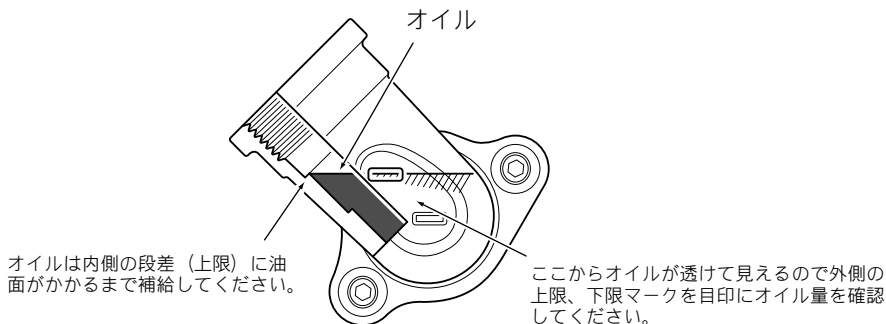

図 3
- ・ 不足している場合（下限位置付近までオイル油面位置が低い場合）、上限位置までオイルを補給してください。（図3）
- (1) エンジンを水平にし、オイルキャップをはずしてください。
- (2) オイルを上限位置まで補給してください。(前頁図 3) 注入の時は、潤滑油給油容器を使用してください。
- (3) オイルキャップを確実に締めてください。